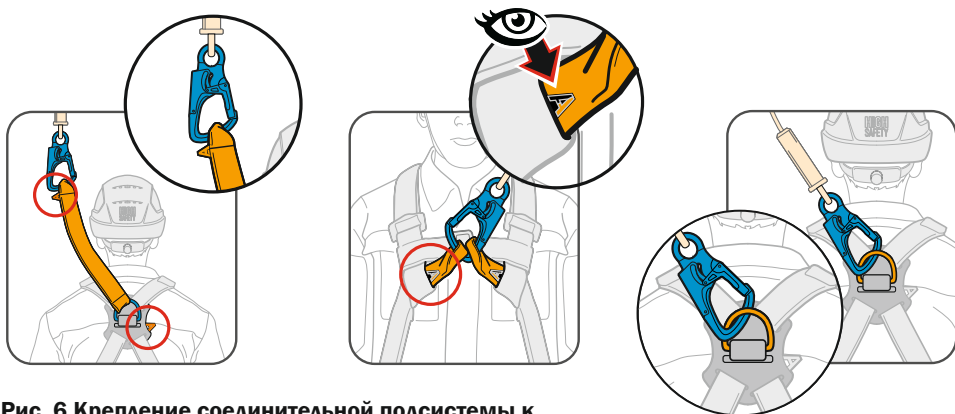

Рис. 6 Крепление соединительной подсистемы к анкерным точкам на привязи.
3. Соединить карабин соединительной подсистемы с точкой крепления привязи с маркировкой «А» (буква «А» должна быть полностью закрашена) или соединив одновременно с двумя точками крепления, обозначенными половиной буквы «А» (рис. 6).